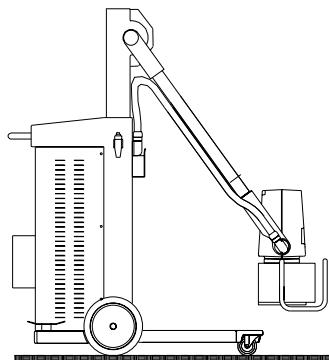

Fig. 4
1. • Move the unit from the parking position (see Fig. 4)
- Togliere l'unità dalla posizione di parcheggio (vedi Fig. 4).